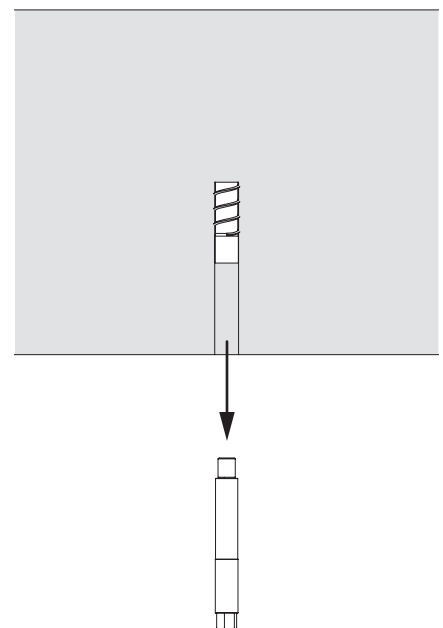

Fig. A5.19
1. Dopo l'uso svitare ed estrarre l'elemento di attacco M16/M24x50 (51). (Fig. A5.19)